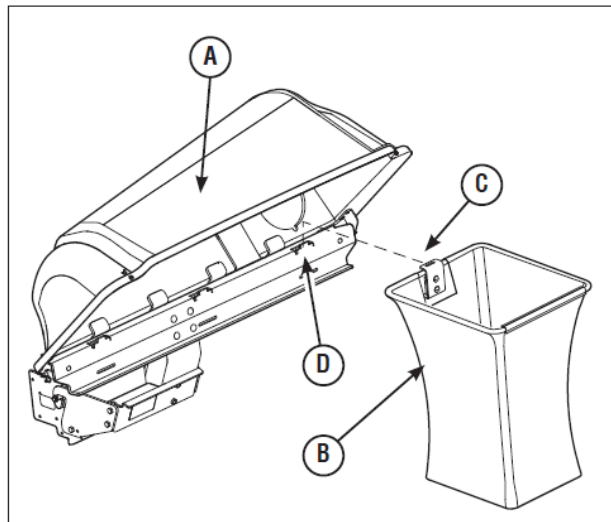

図 19
1. カバー-Assy（図 19 の A）を上げてください。